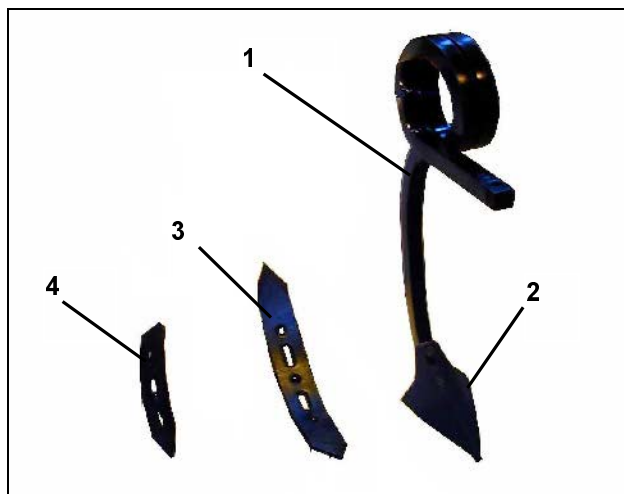

Fig. 7
Fjäderpinnarna (Fig. 7/1) på Centaur kan utrustas med 3 olika typer av skär:
- Gåsfotsskär (170 mm) (Fig. 7/2): För användning vid grund stubbearbetning för att blanda in växtresterna i jorden.
- Spiralskär (75 mm) (Fig. 7/3): För användning i medel-arbetsdjup, bra inblandning av stora mängder växtrester.
- Smalskär (50 mm) (Fig. 7/4): För användning vid större arbetsdjup för uppluckring. Ej fullständning genomskärning.